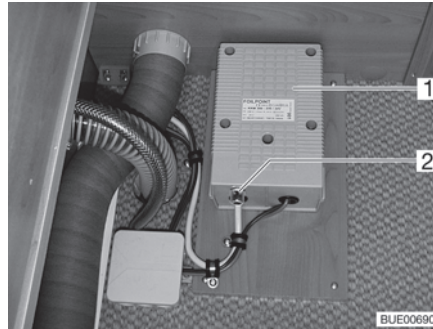

Fig. 145 Transformateur du chauffage électrique du plancher
Selon le modèle, le transformateur (Fig. 145,1) du chauffage électrique du plancher est installé dans la banquette ou dans le coffre de banquette.
Quand le transformateur est surchargé, la protection contre les surcharges se déclenche. La goupille (Fig. 145,2) sort de son logement.
- Enfoncer la goupille (Fig. 145,2) de la protection contre les surcharges, une fois que le transformateur est refroidi.